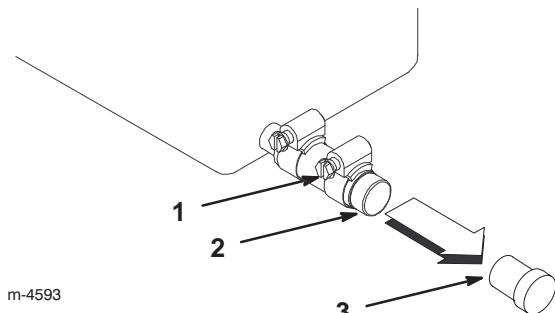

Bild 27
- Stellen Sie ein Auffanggefäß unter das Ölabblassrohr (Bild 27).
- Lockern Sie die Klemme und nehmen Sie den Stöpsel ab (Bild 27).